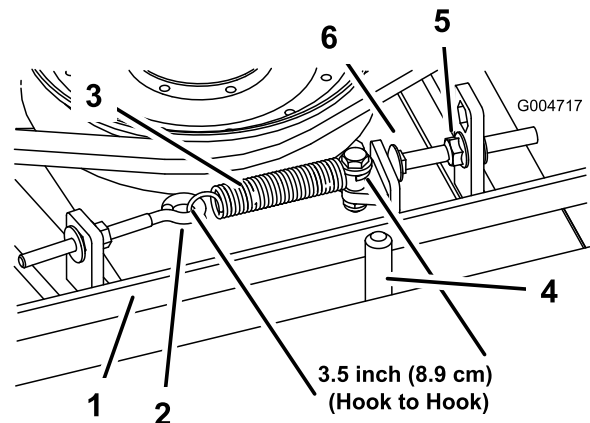

Figura 72
Cuando está correctamente tensado, la longitud en el interior del muelle de extensión (entre ganchos) debe ser de 8,3 cm a 9,5 cm aproximadamente. Una vez que haya obtenido la tensión correcta del muelle, ajuste el perno de tope (perno de cuello cuadrado) hasta que quede aproximadamente 2–5 mm de holgura entre la cabeza del perno y el brazo tensor (Figura 72).
Nota: Asegúrese de que la correa está colocada en el lado del muelle de la guía de la correa (Figura 72).
2. Afloje el perno de ojal para poder retirar el muelle de extensión (Figura 72).
3. Afloje la tuerca con arandela prensada que fija el perno de tope a la pestaña de montaje, y aparte la polea tensora de la correa para aliviar la tensión de la correa (Figura 72).
9. Conecte el muelle de extensión (Figura 72) al perno de ojal y tense la correa de la siguiente manera: